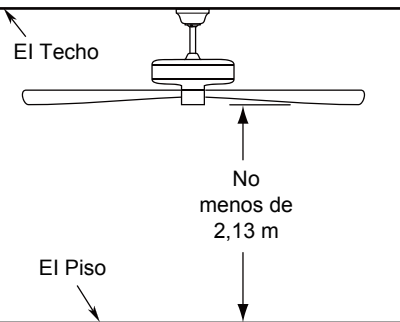

Figura 2
### Uso de perfil profundo (Figura 2)
2. Extraiga la pieza de la bola colgante de la unidad de la bola colgante / varilla aflojando el tornillo de presión de la bola colgante hasta que la bola se libere de la varilla. Retire el pasador del barral y luego extraiga la semiesfera. Conserve el pasador y la semiesfera para su reinstalación en el Paso 7. (Figura 2)
Debe colgar el ventilador a una distancia mínima de 2,13 m desde las aspas hasta el piso. (Figura 2)
Para evitar una posible descarga eléctrica, asegúrese de cortar la alimentación eléctrica de la caja de fusibles principal antes de alambrao el ventilador. (Figura 2)
2. Coloque y ajuste firmemente la cubierta para el tornillo de la base sobre los tornillos de reborde de la abrazadera para colgar mediante el mecanismo de seguro por giro del chavetero. (Figura 2)
2. Fije la tapa de plástico en el motor, que se quedará en su sitio gracias a un imán. (Figura 2)
- 2.** Restaure la fuente de alimentación de la toma de corriente enciendo la electricidad del fusible principal. (Figura 2)